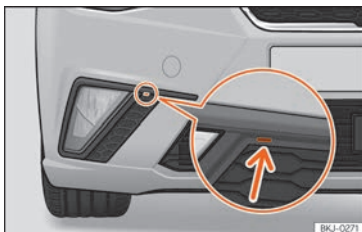

Abb. 58 Nebelscheinwerfer: Gitter herausziehen
- Einen Schraubenzieher in die Kerbe einführen » **Abb. 58** (Pfeil). Lösen Sie die Klipps an den Rändern des Gitters mit einer kleinen Hebelbewegung heraus.